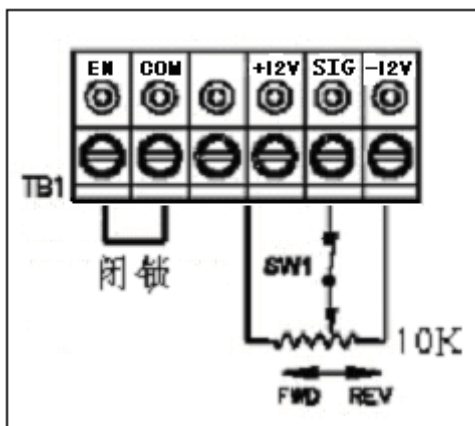

图 15
5.2 应用注解 (参见图 15):如果需要制动停机,可以将一个触点与信号端“SIG”串联。制动时间等于正向时的REV ACCEL设置,或者等于反向时的FWD ACCEL设置。